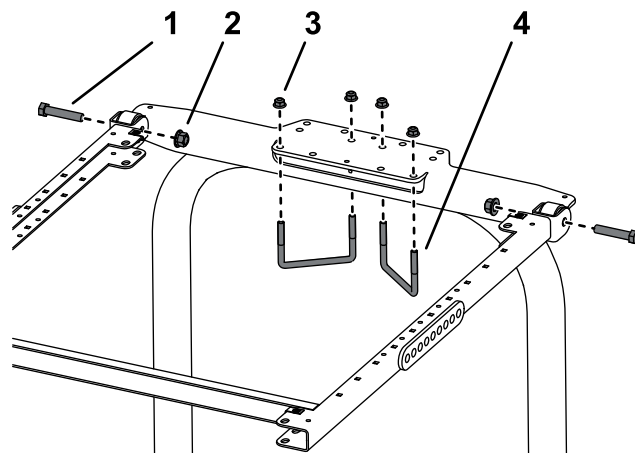

Figura 46
1. Posicione o suporte de montagem do ROPS na parte superior da barra de segurança do pulverizador de relva (Figura 46).
2. Instale o conjunto da estrutura no suporte de montagem do ROPS (Figura 46).
3. Utilizando os furos de montagem mostrados na Figura 46, monte cada suporte de montagem do ROPS na parte superior da barra de segurança com duas cavilhas em U (4½ x 2¾ pol.) e quatro porcas flangeadas.